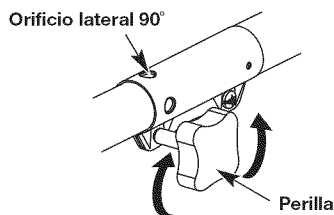

Fig. 4
1. Gire la perilla en sentido antihorario para aflojarla (Fig. 4).
3. Gire la perilla en sentido horario para ajustarla (Fig. 4).
Para realizar recortes decorativos con el accesorio de corte de cabezal de línea u otro accesorio, trabe el botón de desconexión del accesorio de corte u otro accesorio en el interior del agujero de 90° (Fig. 4).